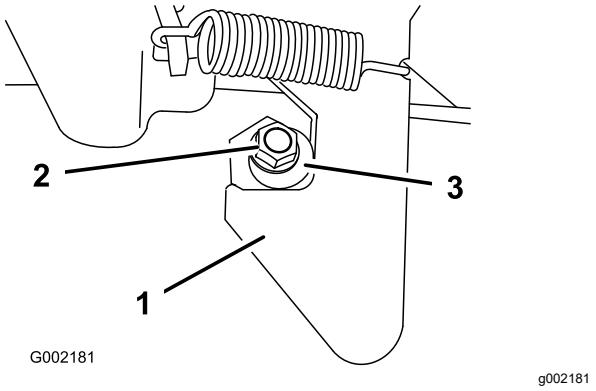

Figura 50
1. Afloje la contratuerca del extremo del tope del enganche (Figura 50).
2. Gire la clavija de enganche en sentido horario hasta que quede apretada contra la parte de gancho del enganche (Figura 50).